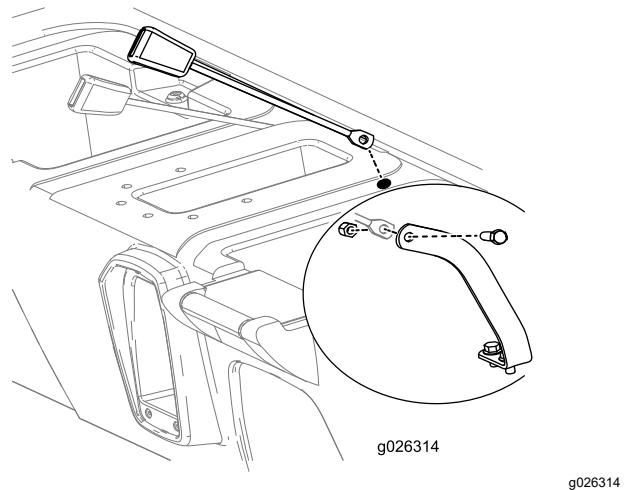

Figure 13
- Insérez le côté de montage du côté boucle de chaque ceinture de sécurité dans l'un des trous que vous venez de percer dans le socle des sièges (Figure 13).
- Fixez le côté récepteur de chaque ceinture de sécurité à chaque ancrage au moyen d'un boulon (7/16") et d'un écrou (7/16"), comme montré à la Figure 13.